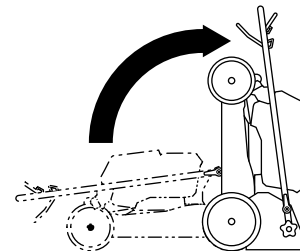

Bild 18
6. Heben Sie die Vorderseite der Maschine am Holm an und stellen sie in den Lagerplatz (Bild 18).